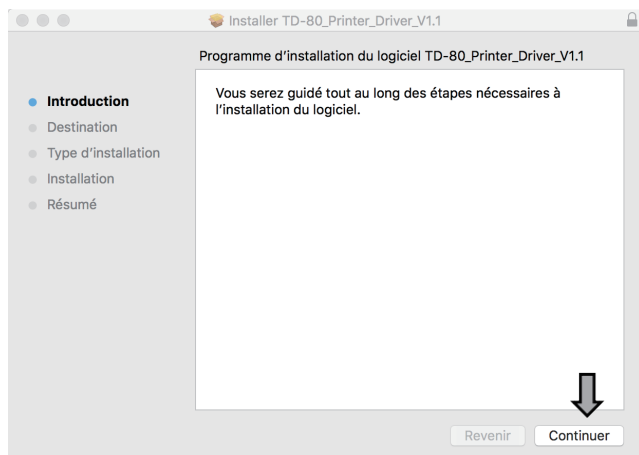

Fig.2
- ② Ouvrez l'interface d'installation du pilote d'imprimante, cliquez sur « Continuer » (voir Figure 2).